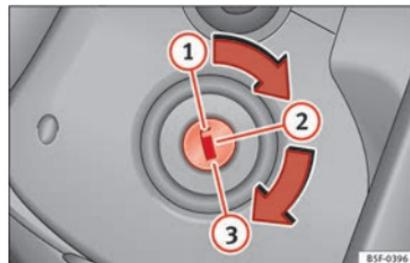

Fig. 168 Posizioni della chiave di accensione.
In questa posizione » **fig. 168** sia il motore che il quadro sono spenti e si può inserire il bloccasterzo.
- Girare la chiave fino alla posizione  fig. 168 . La spia  si accenderà nel caso di preincandescenza del motore.
- Girare la chiave fino alla posizione » fig. 168 ①.